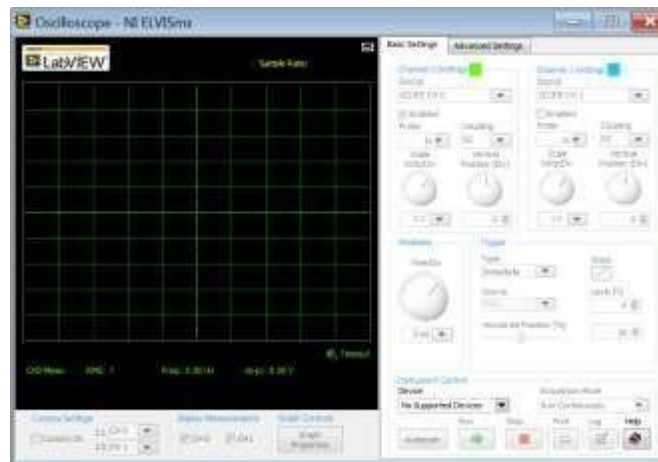

Figura 1
La figura 1 muestra en la entrada del modulador, que los bits pares de los datos digitales se separan por un "divisor de bit" y son multiplicados con una portadora para generar una señal BPSK (llamada  $PSK_I$ ). Al mismo tiempo, los bits impares de los datos se separan del flujo de datos y son multiplicados con la misma portadora para generar una segunda señal BPSK (llamada  $PSK_Q$ ). Sin embargo, la portadora de la señal  $PSK_Q$  es desplazada en fase  $90^\circ$  antes de ser modulada.
1. Ejecute el Osciloscopio (SCOPE) NI ELVIS II, si se ejecuta correctamente el instrumento será visible, ver figura 1.